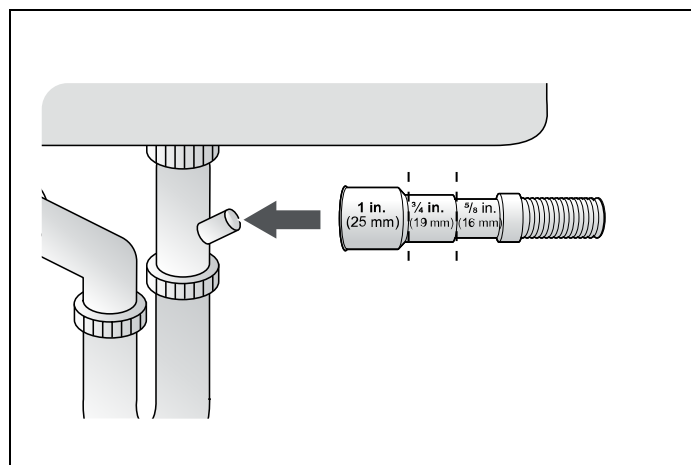

Fig. 18
3) Vérifiez la taille du raccord du tuyau de vidange de l'évier. Si nécessaire, coupez le tuyau de vidange de manière à ce que son extrémité s'adapte au connecteur de l'évier (5/8", 3/4" ou 1" - comme illustré dans la Fig. 18). Si l'extrémité du tuyau de vidange ne s'adapte pas au raccord du tuyau de vidange de l'évier, procurez-vous un adaptateur auprès d'un magasin de plomberie ou de quincaillerie.